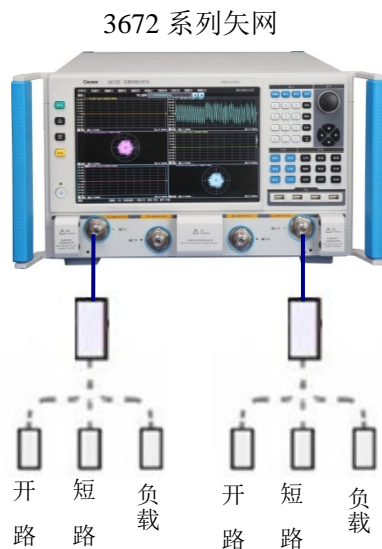

图 11.11 全双端口校准连接框图一
- 1) 如图 11.11 所示连接系统，预热 60 分钟以上；